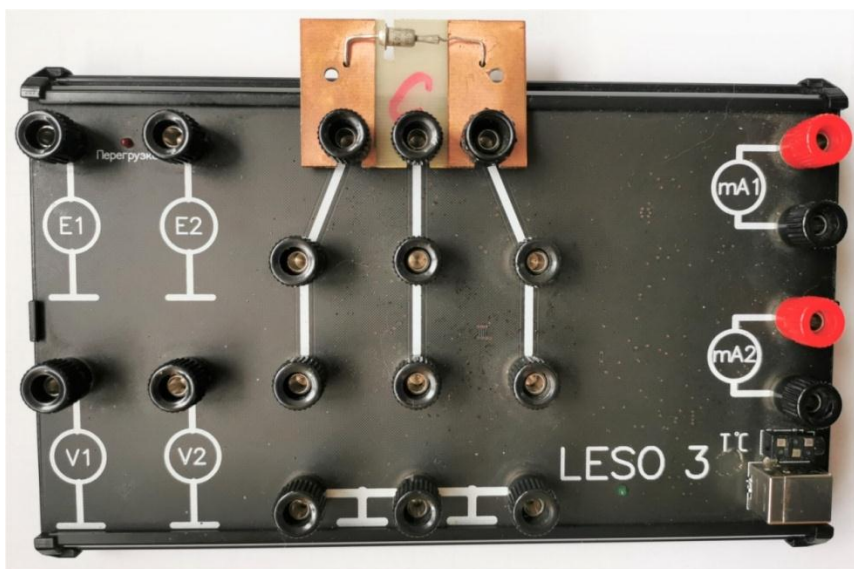

Рисунок 9 – Стенд с исследуемым стабилитроном
4.3 Исследование вольт-амперной характеристики стабилитрона при обратном включении. Вставить в стенд выданный преподавателем стабилитрон (рисунок 9).